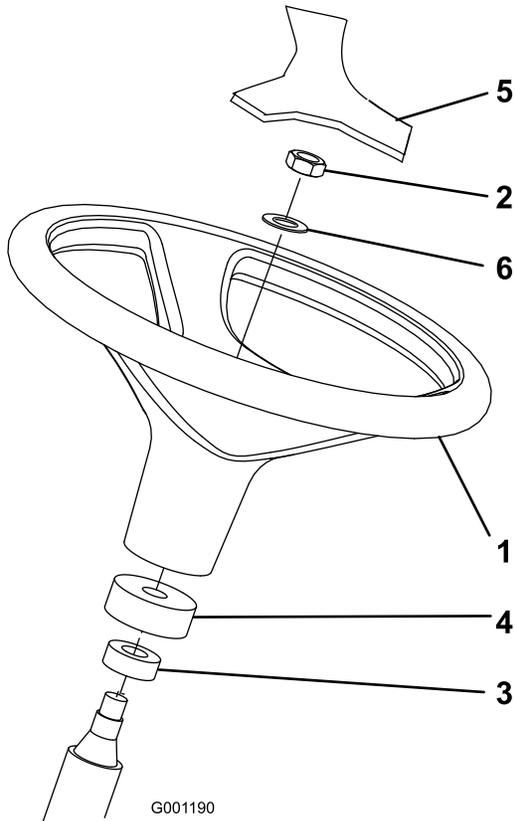

図 3
スト・カバーがシャフトについていることを確認する (図 3)。
3. ハンドルとワッシャをステアリング シャフトにはめ込む (図 3)。
5. ハンドルにカバーを取り付ける (図 3)。